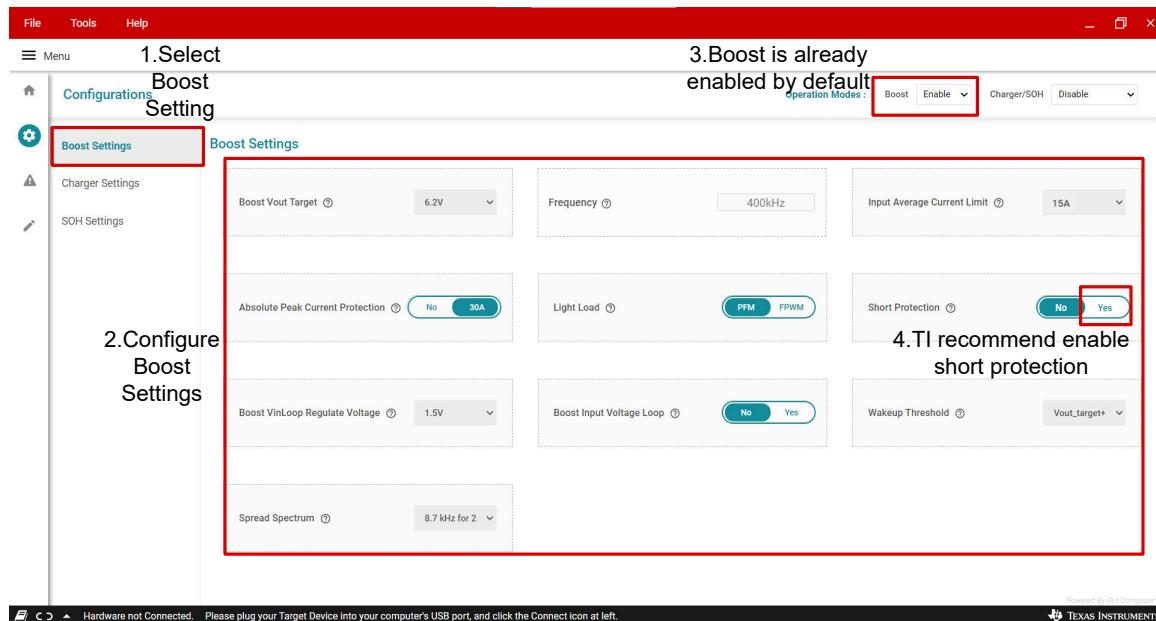

图 3-3. 升压设置表
4. 单击启动按钮，GUI 将自动打开配置屏幕（请参阅 图 3-3）。默认情况下，将 TPS61381 设置为升压启用。默认输出电压为 6.2V。根据设计目标设置升压模式输出电压、电流限制点等。